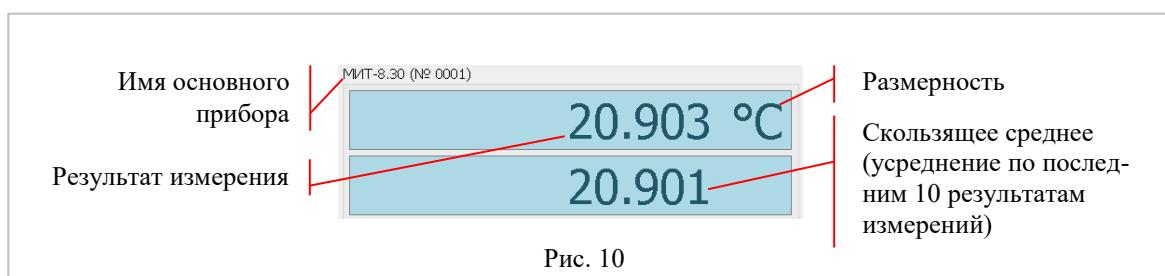

Рис. 10
4.2.6 Табло «Результат измерения», рис. 10